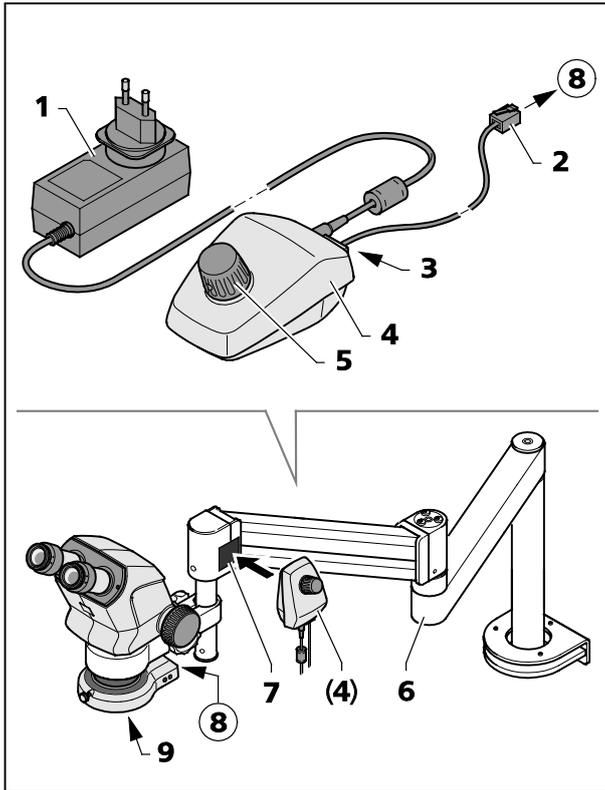

Fig. 18 Controller K LED
Le Controller K (Fig. 18/4) sert à commander l'éclairage vertical du corps de microscope Stemi 305 ou de l'éclairage annulaire dans le cas de l'utilisation des statifs à bras horizontal B ou U ou d'autres statifs.
- Vissez le système optique additionnel (Fig. 18/7) sur le corps du microscope.
- Fixez le Controller K (Fig. 18/4) à la plaquette aimantée (Fig. 18/7).
- Avec le bloc d'alimentation (Fig. 18/1), raccordez le Controller K au réseau d'alimentation électrique.
- Orientez le statif à bras pivotant (Fig. 18/6) de manière à pouvoir travailler dans une position ergonomique.
- Appuyez sur le bouton rotatif (Fig. 18/5) du Controller K pour allumer l'éclairage annulaire et réglez l'intensité de l'éclairage en tournant le bouton.
- Appliquez la face autocollante de la plaquette aimantée (Fig. 18/7) sur le statif à bras pivotant.
- Enfichez une extrémité du câble de raccordement fourni (long de 1 m) (Fig. 18/2) dans la prise (Fig. 18/8) sur l'éclairage annulaire et l'autre extrémité dans la prise (Fig. 18/3) figurant au dos du Controller K.